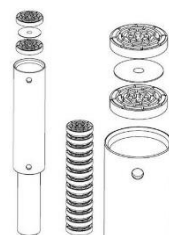

Abb. 23
- Halten Sie das Schlagrohr senkrecht (Seite mit dem O-Ring oben) und führen Sie von unten den Stößel ein. Legen Sie einen Schlagteller ein, darauf legen Sie eine Zwischenscheibe (Kegelspitze nach unten). Schieben Sie nun abwechselnd die restlichen Schlagteller und Zwischenscheiben nach bzw. führen Sie die komplette Schlagwelle ein. (Abb. 23)